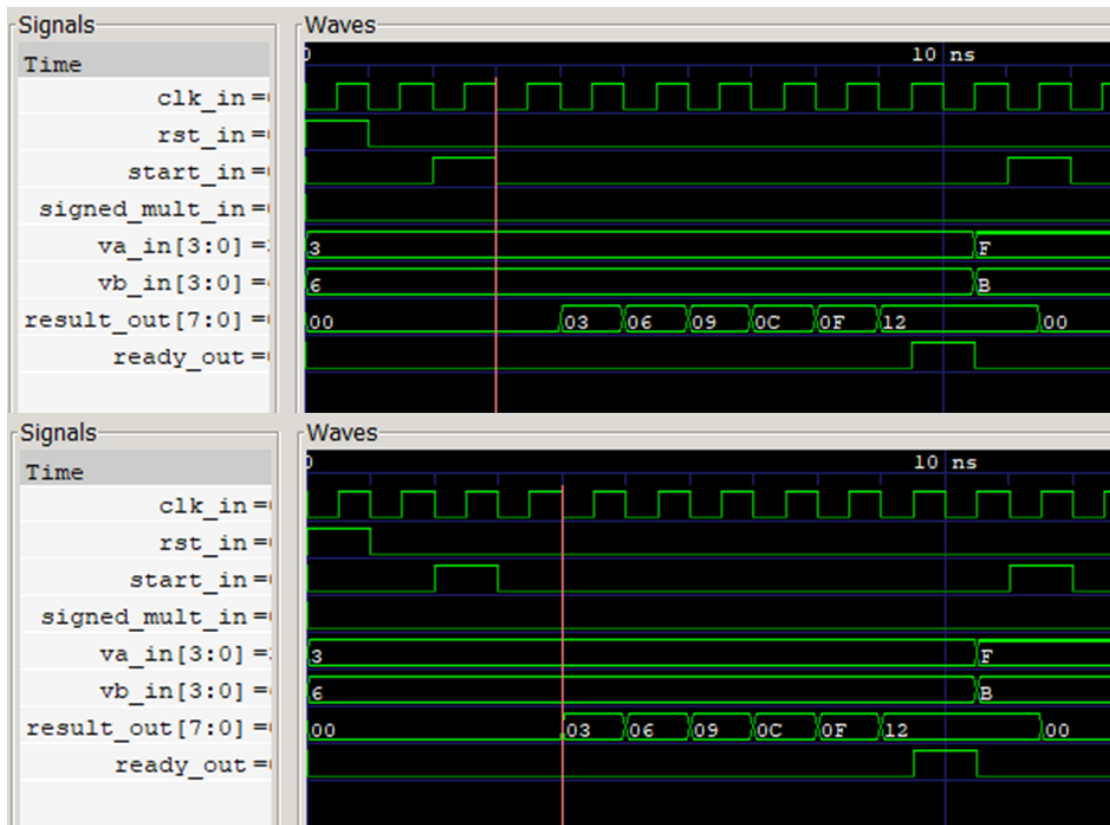

Figura II.2 – Sinais *Signed_mult* e *Start*, operandos *Va* e *Vb*.
- Um novo pulso de **Start** inicia uma nova operação, com os valores de entrada (**Va** e **Vb**) que houver. O pulso de **Start** não provoca mudanças nas entradas, mas será precedido por elas no **testbench** que será usado para avaliação das notas no **Moodle**. Neste último vamos atualizar os valores das entradas **Va**, **Vb**, **Signed_mul** e daí ativaremos **Start** (Figura II.2).